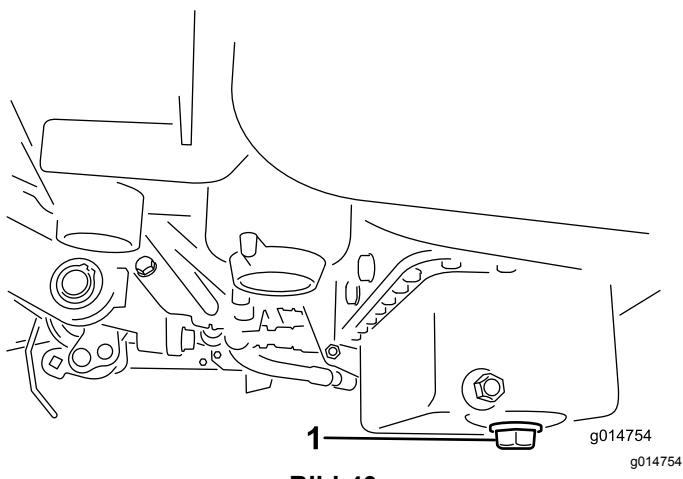

Bild 40
1. Entfernen Sie die Ablassschraube und lassen das Öl in eine Auffangwanne ab. Schrauben Sie die Ablassschraube wieder ein, nachdem das Öl abgelaufen ist (Bild 40).